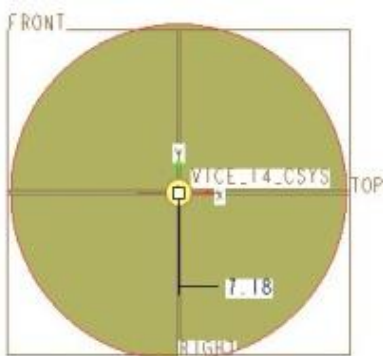

図 7-78 押し出し部分の選択
- ・この段階で図の円をクリックすると 図 7-78 のように円の色が変わり環状の部品ができる。押し出しボタンを押しただけでこのように選択された状態になる場合もあるが、その場合は「配置→アイテムの選択」の手順は省略できる。